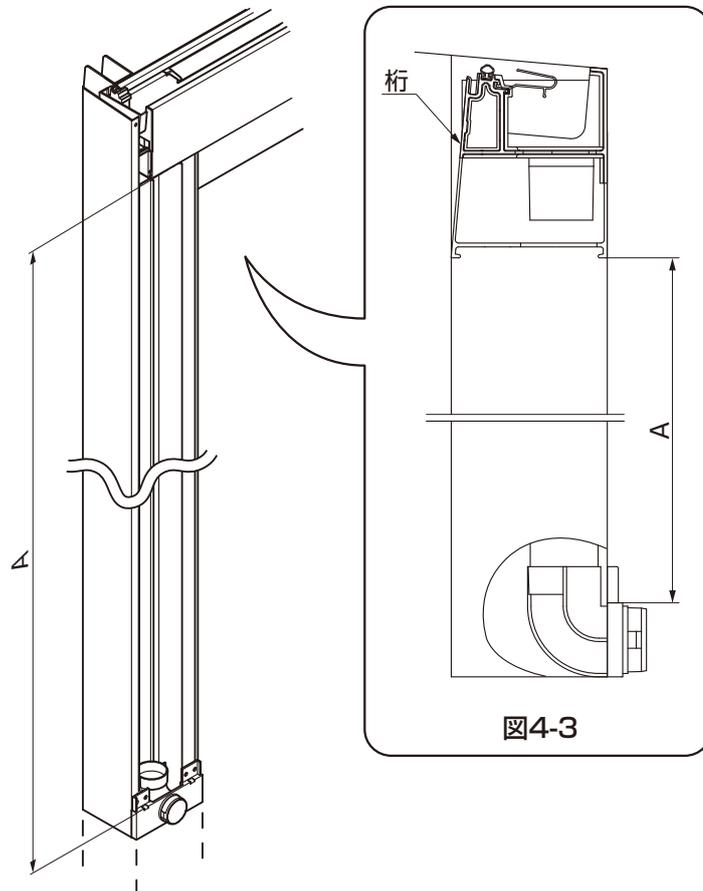

図4-2
②桁の下から雨樋下部品までを実測(A寸法)してください。(図4-2、図4-3参照)